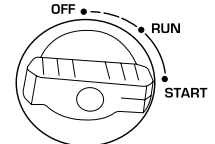

Abb. 2
- 11 Für Modelle KS 2100iG S, KS 3100iG S: Drehen Sie nach dem Motoranlassen den Multifunktions-Drehknopf in die Position „START“ (abb. 2). Ziehen Sie am Startergriff, bis ein leichter Widerstand spürbar ist. Dann ziehen Sie durch eine schnelle Bewegung den Starter auf die ganze Schnurlänge heraus. Handstartergriff langsam von Hand zurückführen, nicht abrupt loslassen. Drehen Sie nach dem Motoranlassen den Multifunktions-Drehknopf in die Position „RUN“ (abb. 2).